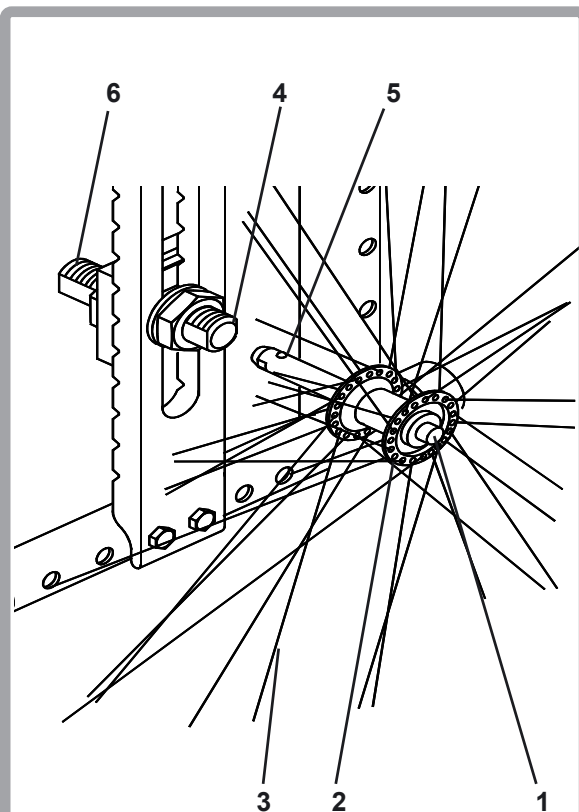

Fig. 27
Pour retirer les axes à déverrouillage rapide (Fig. 27) appuyer simplement sur l'axe à déverrouillage rapide (1) situé sur le moyeu de roue (2) et saisir la roue par les rayons (3) autour du moyeu et sortir l'axe de son guide (4). Pour le replacer, faire glisser l'axe dans le guide jusqu'à ce que l'axe ressorte et que les deux goupilles de verrouillage (5) soient visibles à l'intérieur (6) du guide.